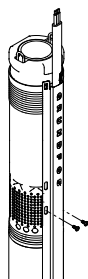

Рис. 17 Закрепление защитной планки кабеля
- Прикрепите защитную планку кабеля к сетчатому фильтру с помощью двух самонарезающих винтов, входящих в комплект поставки. См. рис. 17.